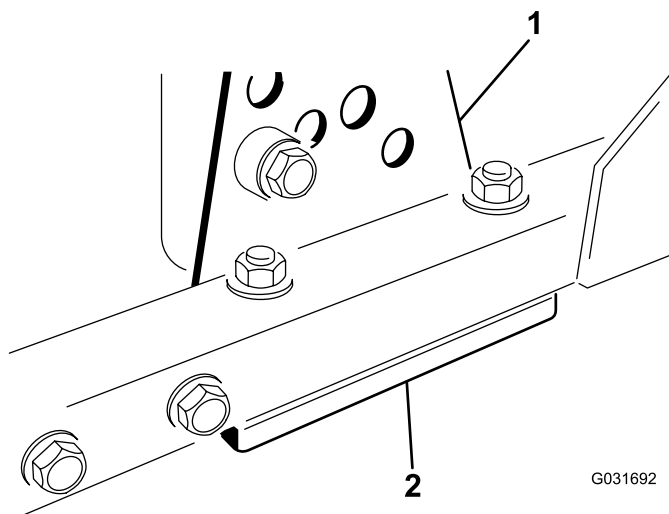

Figure 15
1. Retirez le support de hauteur de coupe (avant, gauche ou droit) du cadre du plateau de coupe (Figure 15).
2. Placez des cales de 1,5 mm et/ou une cale de 0,7 mm entre le cadre et le support du plateau pour obtenir la hauteur de coupe voulue (Figure 15).